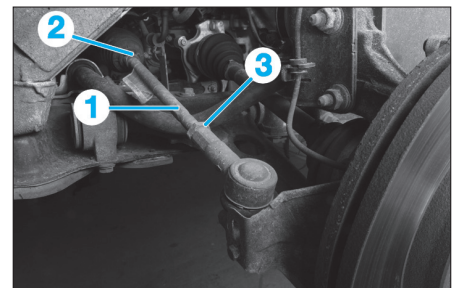

Fig. 4
- Le parallélisme se règle par l'allongement ou le raccourcissement de la longueur des biellettes de direction (1), en les tournant par leur empreinte hexagonale, après avoir desserré le collier (2) et le contre-écrou (3) (Fig.4).
- Serrer les écrous (3) au couple de serrage prescrit.